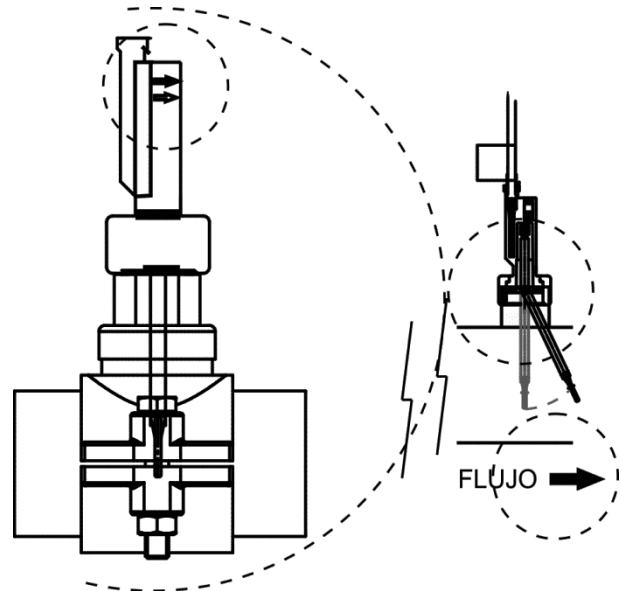

Fig. 7b
2. Hay una flecha en la cabeza del detector de flujo. Asegúrese de que esta flecha queda paralela al eje del tubo y apuntando en la dirección de flujo del agua (Fig. 7b).